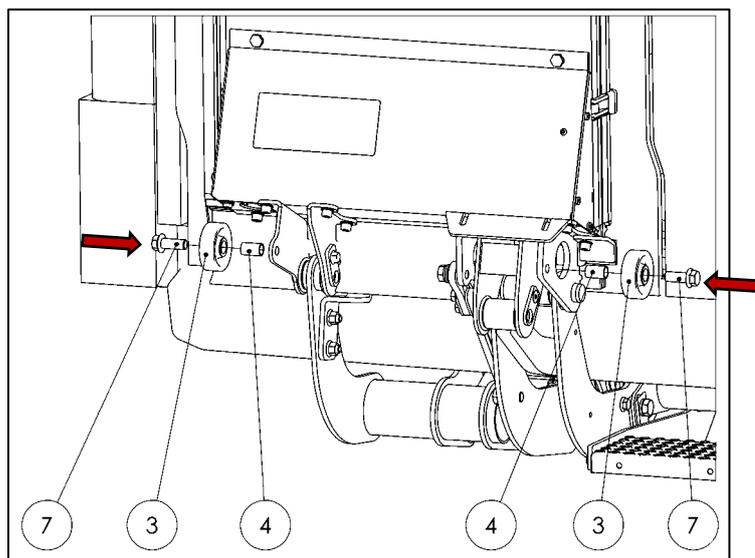

Fig. 61
- Coloque los tornillos con brida (7), los casquillos (4) y los rodillos de tierra (3) del juego de accesorios (vea la Fig. 61).